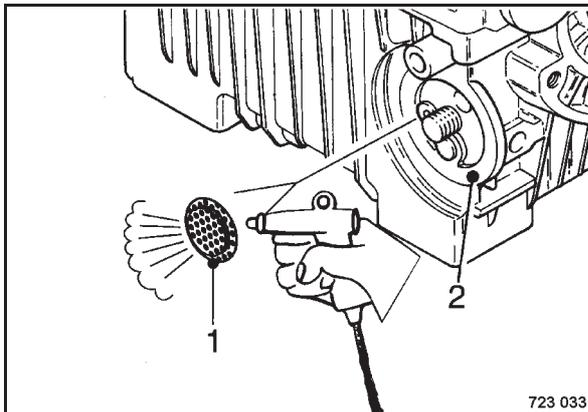

Bild 114
- Dahinterliegendes Siebblech 1 (Bild 114) mit Schraubendreher abheben.
**Dichtfläche (2) nicht beschädigen.**
- Siebblech (1) von der Innenseite mit Druckluft ausblasen.